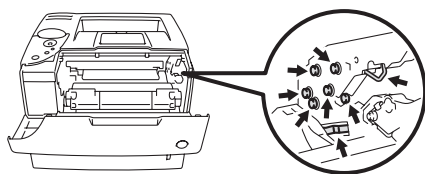

图 5-3
- 为保护打印机免受静电损坏，请勿接触图 5-3 中所示电极。